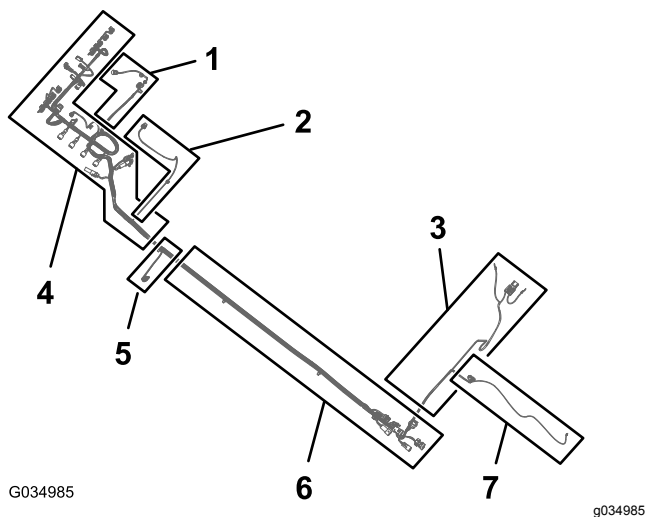

図 83
1. 新しい電気ハーネスから、165cm の枝線と 203cm の枝線を探し出す 図 83。